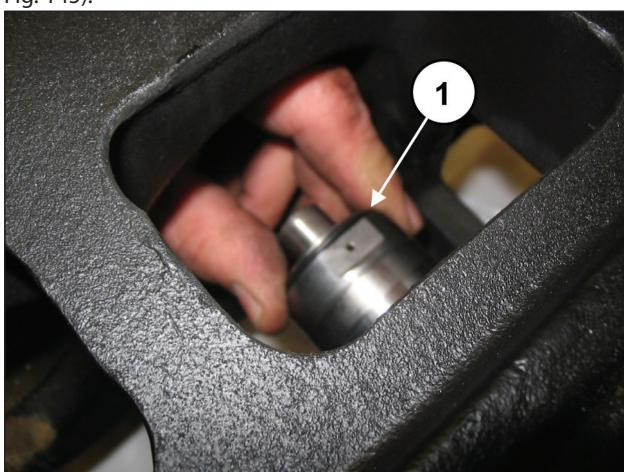
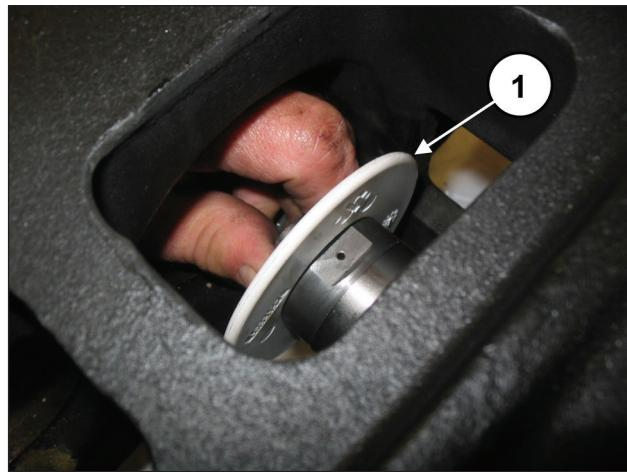

Fig. 144
Fig. 145
Posicione a proteção contra respingos composta pelo O-ring no compartimento na guia do pistão (pos. ①, Fig. 144 e Fig. 145).